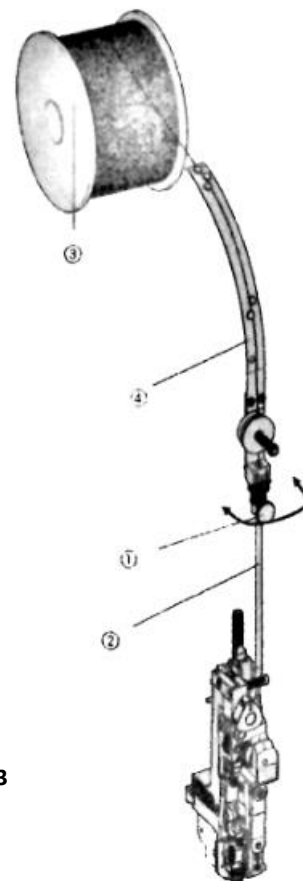

Рис. 3
- Направляющая проволоки (Рис.3)
- Ослабьте винт с фланцем ①, вставьте пластину подачи проволоки ④ в направляющую трубу.
- затяните винт с фланцем, чтобы закрепить пластину подачи проволоки ④.